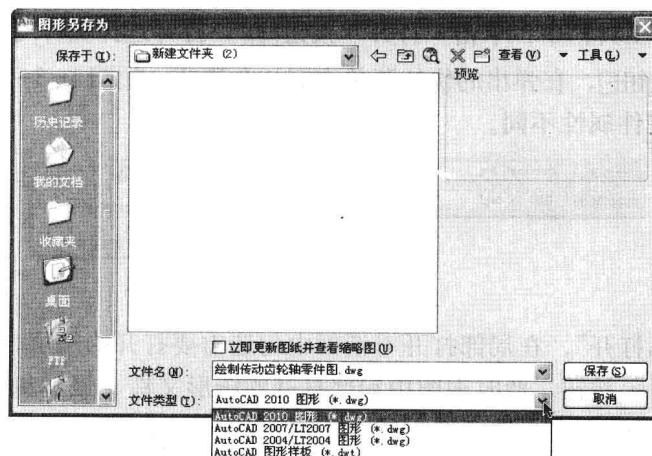

图 1-3-6
- (1) 在快速访问工具栏中，单击“保存”按钮 .
- (2) 如果当前图形尚未设置名称，则打开图形另存为对话框，输入图形文件的名称，并选择保存路径和文件类型。
- (3) 选择保存类型为“AutoCAD 2010 图形 (*.dwg)”，如图 1-3-6 所示，单击“保存”按钮，即将当前的图形保存为 DWG 格式的图形文件。如果选择保存类型为“AutoCAD 图形样板”，即可将当前的图形保存为 DWT 格式的样板文件。